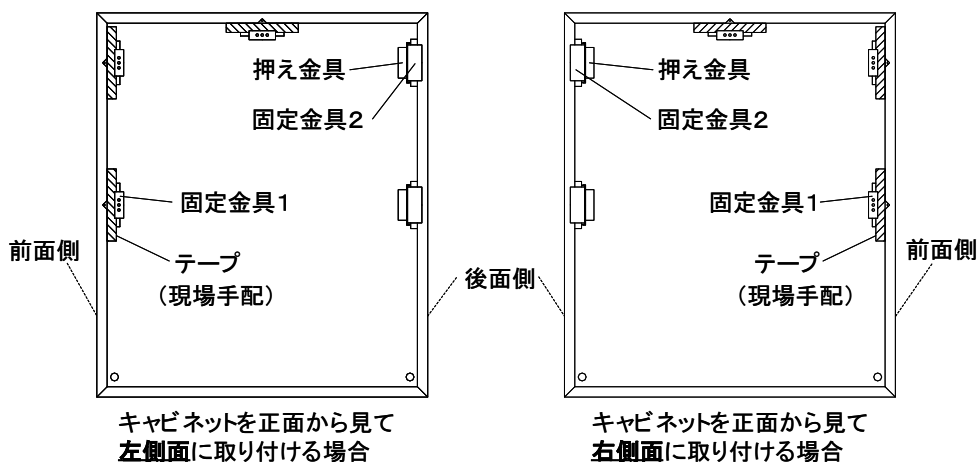

図13-3
- ① 固定金具1をエンドカバーの曲げ部に差込み、お手持ちのテープ(マスキングテープなど)で仮固定してください。(図13-3・4)
- ② 固定金具2をエンドカバーの曲げ部に差込み、押え金具で固定してください。(図13-3・5)